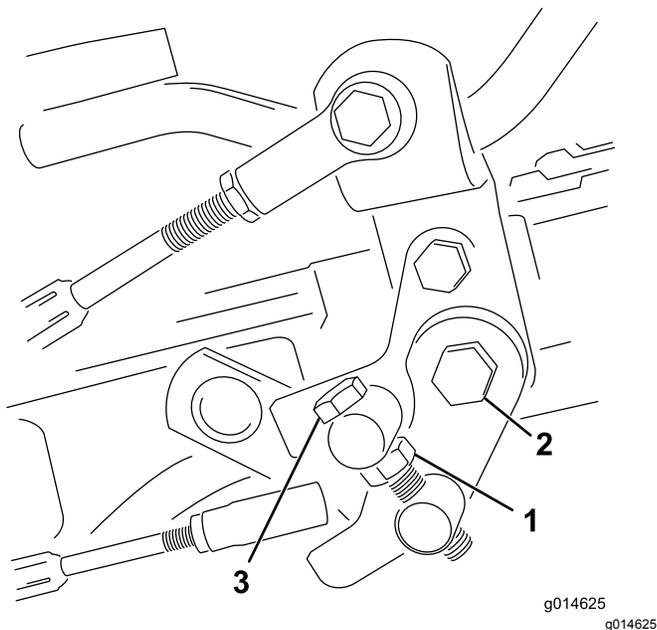

图55
1. 松开枢轴螺栓上的锁紧螺母图55。
4. 上紧枢轴螺栓上的锁紧螺母和踏板枢轴上的螺母锁定调整图55。检查调整情况、并按需要调整。